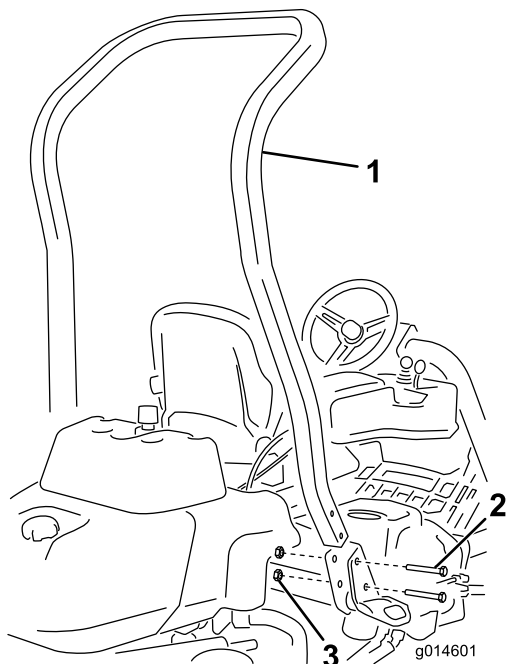

Рисунок 3
3. Установите защитную дугу защиты в гнезда на каждой стороне машины, используя 4 болта на ½ x 3¾ дюйма и 4 гайки с буртиком (½ дюйма) (Рисунок 3).